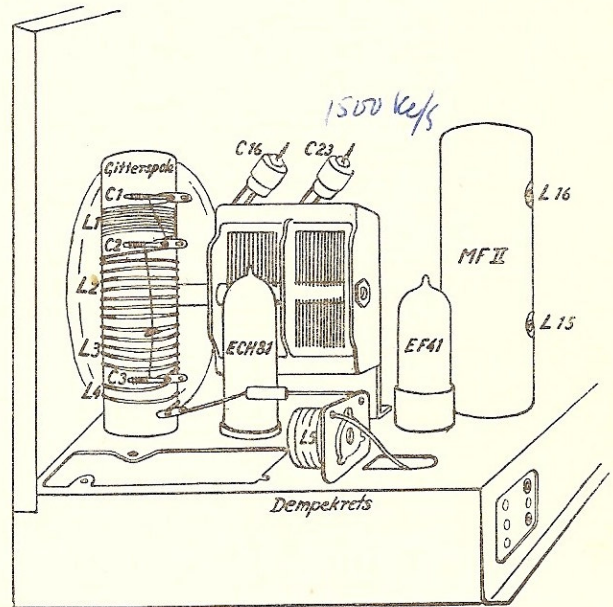
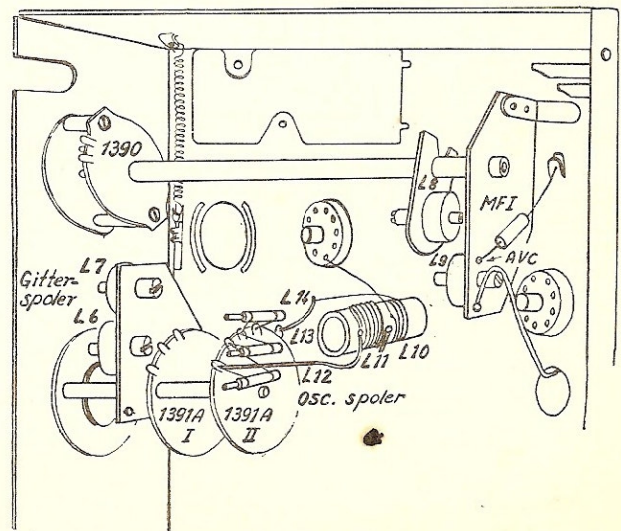

Fig. 1. Sjassiets overside.
Fig. 2. Sjassiets underside.
**Mellomfrekvensfilteret og dempekretsen.** Filteret MF I sitter under sjassiet (fig. 2), mens MF II og dempe-kretsen sitter over (fig. 1). Fjernes bunnplaten, henholdsvis bakveggen, kan kretsene nås. Mellomfrekvensforsterkeren trimmes som følger: Signalgeneratoren stilles inn på nøyaktig 455 kc/s 30 % modulert og koples over en kondensator på ca. 50 000 pF til gitteret på blanderøret ECH81. Trimming skjer i diskantstilling 1 til maksimum spenning over høytaleren. Mottakerens følsomhet øker noe når diskantkontrollen dreies mot bredere kurver fra 1 til 2 og 3, men avtar igjen i bredeste stilling L til ca. halvparten. Under trimmingen bør kurvens symmetri kontrolleres i alle 4 stillinger. Dempekretsen trimmes på minimum utgangsspenning med kraftig MF-signal tilført antennebøsningene.
**Oscillator- og gitterkretser.** Oscillatorkretsene for bånd L, M, F og K1 har tilsammen 3 spoler, L14, L13 og L12, montert på bakerste seksjon av bølgevenderen, se fig. 2. Bånd M, F og K1 har hver sin individuelle spole, mens bånd L benytter spolen for M. (L14) og K1 (L12) koplet i serie. Spolen for bånd K2 (L11) er viklet på et bakelitrør og festet i bunden av sjassiet. Den står fast innkoplet i serie med de øvrige oscillatorspoler i alle stillinger av bølgevenderen. De tre oscillatorspoler på venderen er viklet på keramikkør. I rørene er plasert forskyvbare jernkjerner. Er det helt nødvendig, kan justering foretas ved å forskyve strømpen med jernkjernen etter at forseglingen forsiktig er smeltet. For oscillatorkretsene finnes bare en felles kapasitetstrimmer C23 plasert på avstemningskondensatoren, se fig. 1. Den har til oppgave å utligne variasjoner i rørkapasiteten når blanderøret skiftes. Den trimmes på bånd M (L14), mens alle andre nullkapasiteter er trimmet fra fabrikk med semivariable kapasitetstrimmere og skal ikke senere røres.
Gitterkretsene, bånd L (L7) og M (L6) har spoler med skrutrimmere (fig. 2).
For bånd F, K1 og K2 er spolene L1, L2 og L3 viklet på et felles bakelitrør plasert oppe på sjassiet (fig. 1). Hvis nødvendig kan disse trimmes ved å forskyve tørn på spolen. De tre viklinger er delvis felles for de tre bånd og man må derfor trimme K2 (L3) først og deretter K1 (L2) og F (L1). L4 er antennevikling. I gitterkretsene finnes også bare én ordinær kapasitetstrimmer, C16, som trimmes på bånd M. På de øvrige bånd finnes lignende semivariable trimmere C1, C2 og C3, fast innstilt fra fabrikk som i oscillator-kretsen.
Kontroll av gitterkretsene skjer ved: 170 og 260 kc/s, 600 og 1300 kc/s, 1,8 og 4 Mc/s, 6 og 9,6 Mc/s og 12 og 21,5 Mc/s. Den automatiske forspenning skal under dette låses med batteri på ÷ 3 volt og koples inn på punkt AVC, se fig. 2.